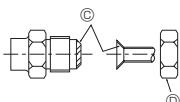

Fig. 5-1
Ⓐ (Fig. 5-1)
Ⓑ (Fig. 5-1)
5.2. Aansluiten van de pijpen (Fig. 5-1)